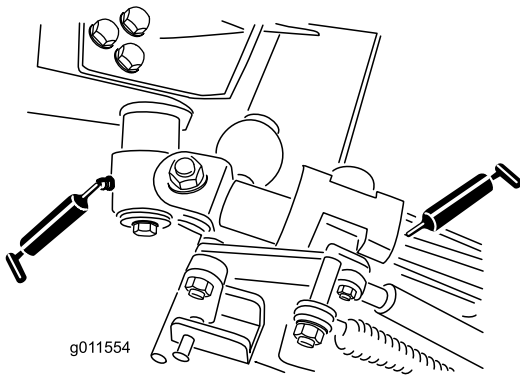

Figure 71
- 2 bagues de pivot d'axe coudé (Figure 71)
- 4 bagues de bras arrière (Figure 71)